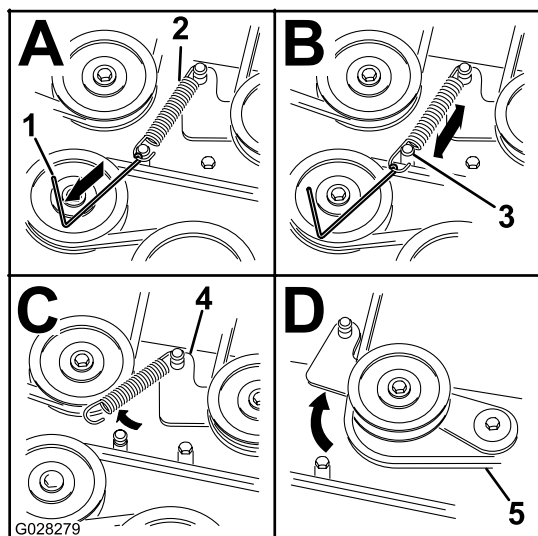

Figura 67
7. Usando una herramienta para la retirada de muelles (Pieza Toro N.º 92-5771), retire el muelle tensor del espárrago de la carcasa para eliminar la tensión de la polea tensora (Figura 67).
10. Pase la correa nueva alrededor de las poleas del cortacésped y de la polea del embrague, debajo del motor (Figura 67).
11. Usando una herramienta para la retirada de muelles (Pieza Toro N.º 92-5771), instale el muelle tensor sobre el espárrago de la carcasa y tense la polea tensora y la correa (Figura 67).